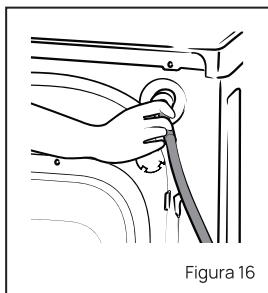

Figura 16
- Desenrosque la manguera de entrada de agua de la parte posterior del lavarropas. Ver figura 16